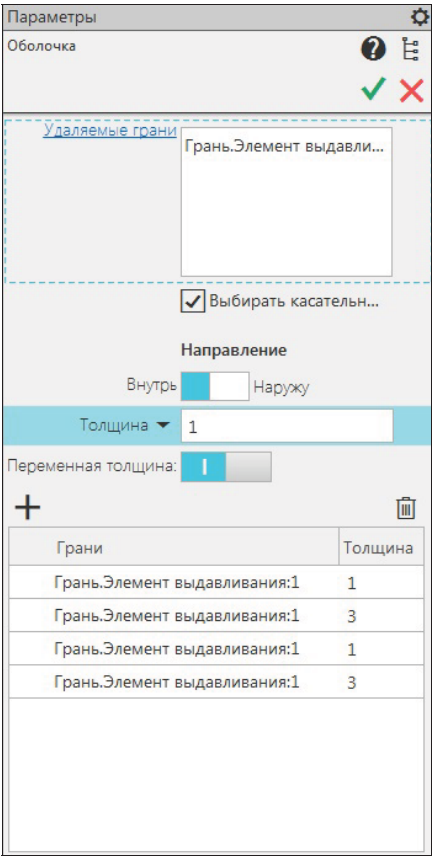

Рис. 21.12. Панель
- ◆ укажите в модели удаляемую грань (грани) — название грани (граней) отобразится в поле **Удаляемые грани** на панели **Параметры: Оболочка** (рис. 21.12);